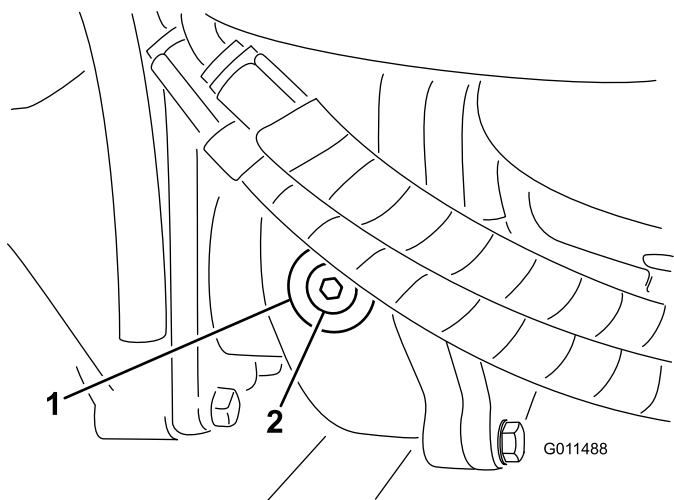

図 68
2. ギアボックスの左側から点検・補給用プラグを抜き、穴の高さまで潤滑油があることを確認する 図 68。